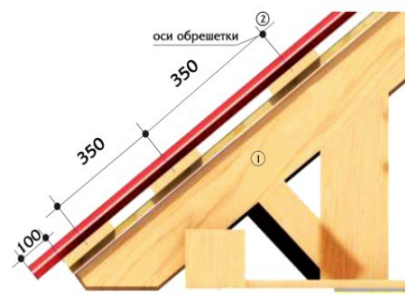

Рисунок 1
Монтаж листов «Полисэнд» производится по обрешетке (2) выполненной из деревянной доски, предварительно смонтированной по стропильным блокам(1). Шаг обрешетки выдерживается постоянным 8-волновых листов 350 мм (рис.1), для 12-волновых листов - 300 мм (рис,2) независимо от угла крыши.